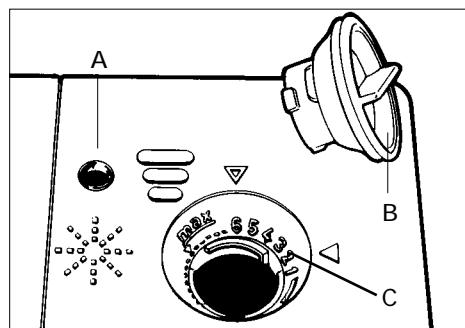

Abb. 5
- Öffnen Sie das Glanzmittelreservoir (siehe Abb. 5) an der Innenseite der Tür neben dem Spülmittelbehälter. Die Ausführung hängt vom Geschirrspülertyp ab: die Behälter funktionieren jedoch alle nach dem gleichen Prinzip.
- Überprüfen Sie ab und zu, ob noch genügend Klarspülmittel im Behälter ist. Der Wasserstandsmesser (A) befindet sich links oben im Deckel.